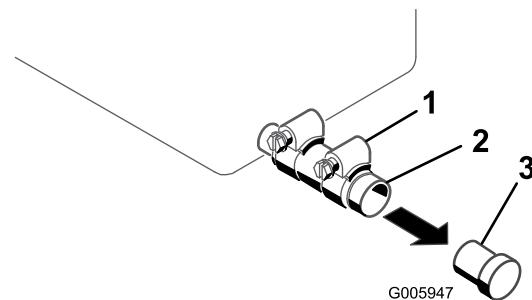

Рисунок 30
- Поместите под крышку сливной поддон (Рисунок 30).
- Отпустите зажим и снимите пробку (Рисунок 30).